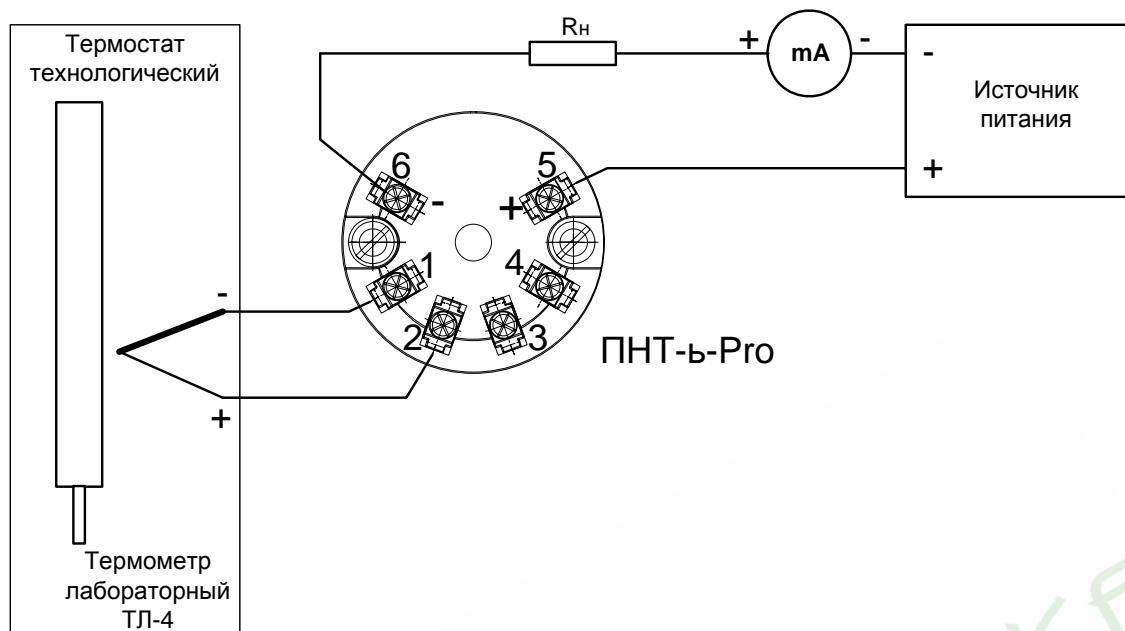

Рис.1.2
1.6.4.3 Подключить поверяемый преобразователь согласно схеме, приведенной на рис.1.2.